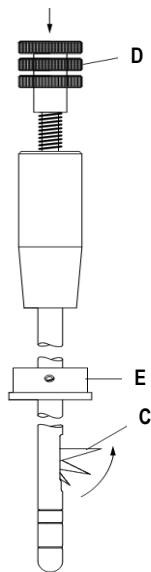

Abb.2
Kontrollieren Sie mit dem Zahn-Dämmstärken-Messgerät ZDMG (Abb.2) die tatsächliche Gesamthöhe der s.g. Befestigungshöhe und deren Übereinstimmung mit der Einstellung des ZHRD-R. Führen Sie das ZDMG soweit in das vorbereitete Bohrloch ein, bis sich der noch nicht ausgeschwenkte Haken (C) mit Sicherheit unterhalb des Dachuntergrundes befindet, unter dem sich später der ZHRD-R ausspreizen soll. Drücken Sie dann den federbelasteten Kopf (D) bis zum Anschlag und ziehen Sie das ZDMG soweit nach oben zurück, bis der Haken spürbar an der Unterseite des Verankerungsgrundes anstößt. Schieben Sie nun den roten Stelling (E) nach unten, bis dieser auf dem Dachaufbau aufliegt. Nach Druckentlastung des Knopfes, schwenkt der Haken (C) wieder ein und der ZDMG kann aus dem Bohrloch herausgezogen werden. Vergleichen Sie nun die festgestellte Befestigungshöhe mit den Einstellungen der ZHRD-R und nehmen Sie, falls erforderlich, eine Korrektur vor.